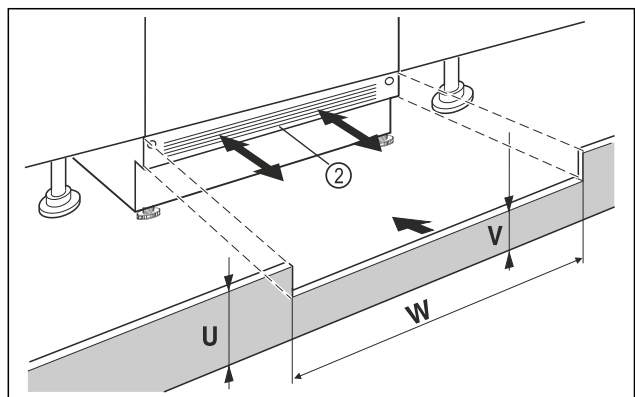

Fig. 96 Exempel
- Sätt på skåpets sockelpanel *Fig. 96 (2)* men fixera den inte än.
- Om sockelpanelen syns *Fig. 96 (2)* ska den dras framåt tills ventilationsgallret och möbelsockelpanelen ligger kant i kant.
- Om sockelpanelen är dold *Fig. 96 (2)* ska den skjutas bakåt så långt det går.
- Se till att ventilationsöppningarna är helt fria: Skär vid behov av möbelsockelpanelens *Fig. 96 (U)* på höjden!
- Längs nischens bredd passas *Fig. 96 (W)* stagets höjd *Fig. 96 (V)* under skåpets sockelpanel *Fig. 96 (2)* in.